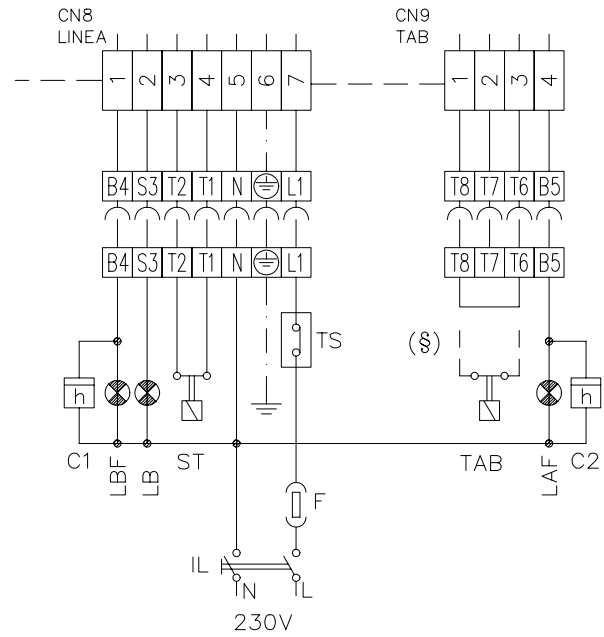

Рис. 4
- Выполнить электрические соединения к клеммнику питания, согласно схеме на Рис. 4.